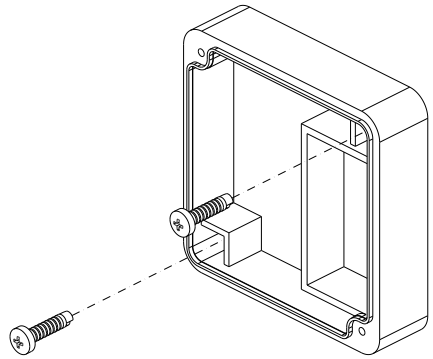

Fig. 2
- fixer correctement la base d'emplacement de la batterie au support utilisé (utiliser les tasseaux de Ø 6 mm inclus dans la confection si vous fixez le clavier au mur, ou des vis autoforeuses de Ø 4 mm pour des supports en fer ou en acier, ou des vis autofileteuses de Ø 4 mm pour des supports en bois et similaires), en faisant attention de mettre le compartiment de la batterie vers la droite (fig. 2) de sorte que le jumper sur l'arrière de la façade ne soit pas endommagé lors de la fermeture du clavier (fig. 2) ;
- fije la base de alojamiento de la batería al soporte que se utiliza (utilice los tacos de expansión Ø 6 mm incluidos en el paquete cuando fije la botonera a la pared, o tornillos autorroscantes Ø 4 mm para soportes de hierro o acero, o tornillos autorroscantes Ø 4 mm para soportes de madera y similares), procurando situar el alojamiento de la batería hacia la derecha (fig. 2) de manera que el jumper situado en la parte posterior del frente no se dañe al cerrar la botonera (fig. 2);